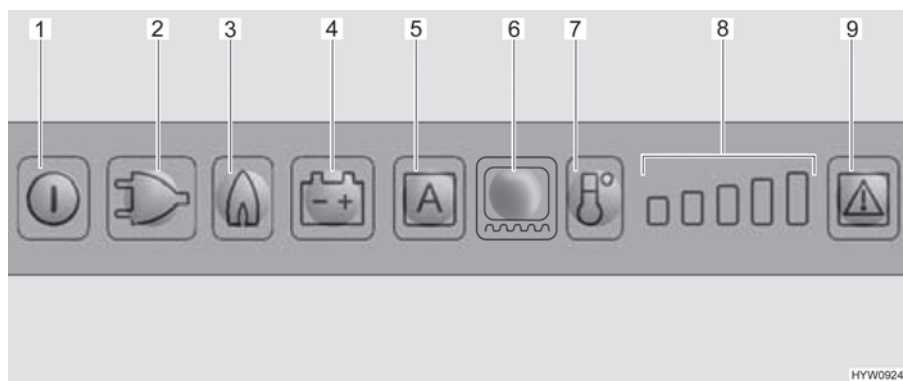

Fig. 158 Quadro comandi LED (frigorifero Dometic)
Selezionando il funzionamento a gas, il dispositivo di sicurezza si apre automaticamente, così che il gas possa fluire al bruciatore. Contemporaneamente si inserisce l'accenditore elettronico. Se la fiamma del gas si spegne, ad es. a causa di un colpo di vento, l'accenditore viene subito azionato riaccendendo il gas. In caso di guasto del funzionamento a gas, i tasti luminosi relativi a gas (Fig. 158,3) e guasto (Fig. 158,9) lampeggiano e viene emesso un segnale acustico per 20 secondi.
- Premere il tasto On/Off (Fig. 158,1) per circa 2 secondi. Il frigorifero si accende e viene visualizzata l'ultima modalità di funzionamento selezionata.
- Premere il tasto luminoso per il tipo di funzionamento desiderato (Fig. 158,2 - 4) o la modalità automatica "AES" (Fig. 158,5) (solo per versione AES).
- Regolare la temperatura di refrigerazione con il tasto di del livello di refrigerazione (Fig. 158,7). L'indicazione del livello di refrigerazione (Fig. 158,8) mostra la regolazione sul termostato.
- Premere il tasto On/Off (Fig. 158,1) per circa 2 secondi.
Dopo l'accensione il frigorifero seleziona automaticamente la regolazione intermedia del termostato. Questa regolazione può essere modificata manualmente tramite il tasto del livello di refrigerazione (Fig. 158,7). Ci vogliono alcune ore prima che il frigorifero raggiunga la temperatura normale di esercizio. Quando si commuta a un'altra modalità di funzionamento, la regolazione sul termostato viene mantenuta.
- Accendere il riscaldamento del telaio per 2 ore: Premere una volta il tasto luminoso per il riscaldamento del telaio (Fig. 158,6). Sull'indicazione del livello di refrigerazione (Fig. 158,8) si accende una barra.
- Accendere il riscaldamento del telaio per 5 ore: Premere due volte il tasto luminoso per il riscaldamento del telaio (Fig. 158,6). Sull'indicazione del livello di refrigerazione (Fig. 158,8) si accendono due barre.
- Regolazione del riscaldamento del telaio ad esercizio continuo: Premere tre volte il tasto luminoso per il riscaldamento del telaio (Fig. 158,6). Sull'indicazione del livello di refrigerazione (Fig. 158,8) si accendono tre barre.
L'indicazione del livello di refrigerazione (Fig. 158,8) indica per alcuni secondi la durata di esercizio del riscaldamento del telaio.
In caso di guasto, il tasto luminoso Guasto (Fig. 158,9) lampeggia. Lampeggia inoltre uno dei tasti luminosi della modalità di funzionamento o l'indicazione del livello di refrigerazione. Viene emesso anche un segnale acustico. Per le note sulla visualizzazione degli errori e la loro eliminazione, vedi capitolo 15.
- ▷ Dopo aver eliminato un guasto del funzionamento a gas, premere il tasto luminoso Reset (Fig. 158,9).